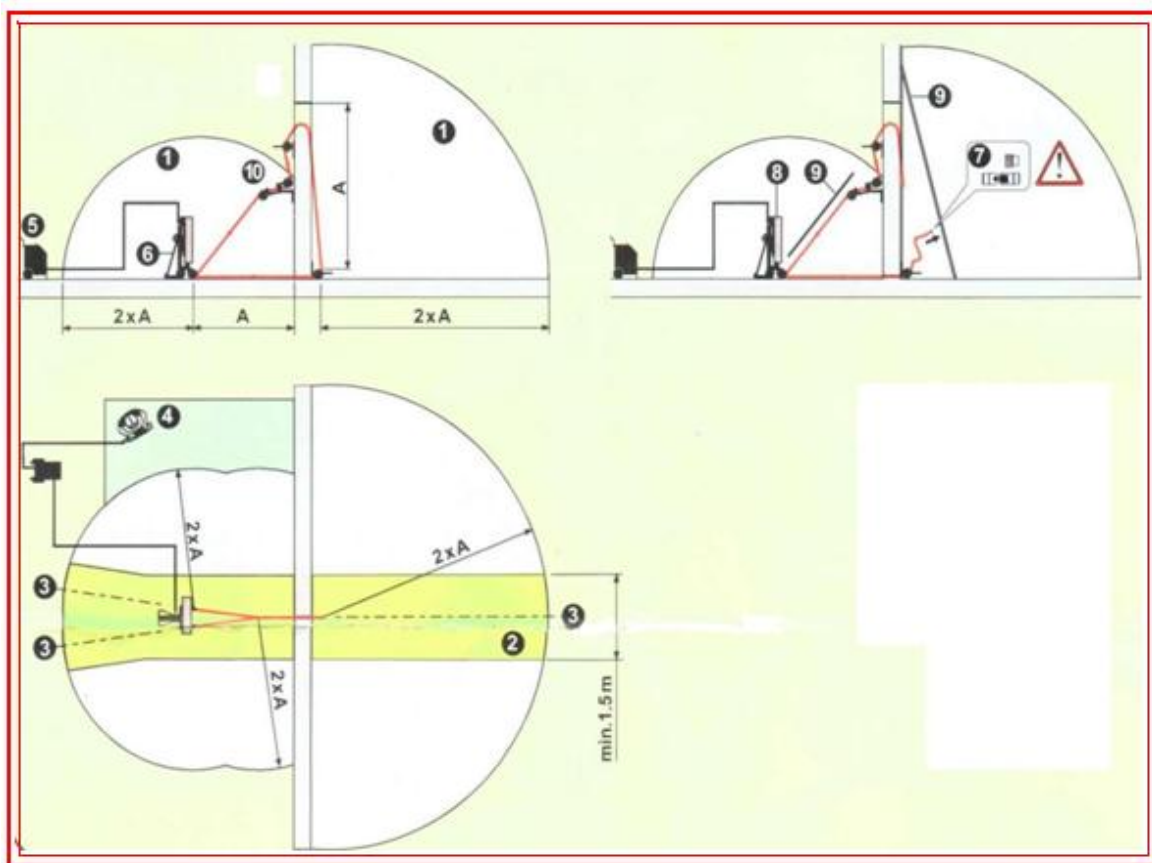

Рис.3 Опасные и рабочие зоны при резке канатной системы.
4.3.1.7. Перед включением (пуском) машины обеспечить безопасность окружающих, в створе движения каната не должно быть наличия людей и посторонних предметов на удалении, соответствующем зоне безопасности (рис. 3,4).
Безопасность выполнения работ обеспечивается определением и ограждением опасных и рабочих зон. Пример определения этих зон применительно к любым канатным машинам на рис. 3, 4, 5.